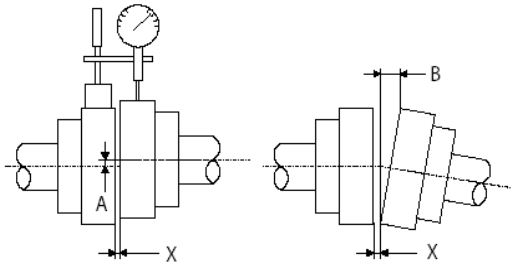

Fig. 8
- Para montagem, recomenda-se o ajuste a frio ou rosca de ponta de eixo (Fig. 8).
(1) Acoplamento
É necessário que as dimensões (A, B e X) ilustradas na Fig. 8 estejam dentro da tolerância indicada na Tabela 13.